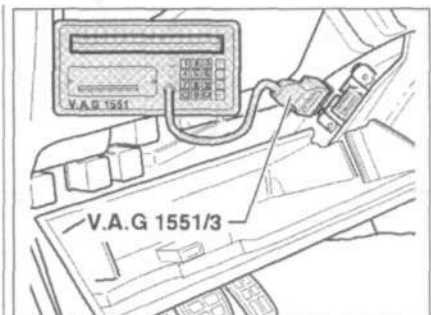

Рис. 5.44. Откройте крышку вещевого ящика со стороны водителя и присоедините считыватель кодов неисправностей V.A.G 1551 с помощью провода V.A.G 1551/3.
1. Откройте крышку вещевого ящика со стороны водителя и присоедините считыватель кодов неисправностей V.A.G 1551 с помощью провода V.A.G 1551/3 (рис. 5.44).